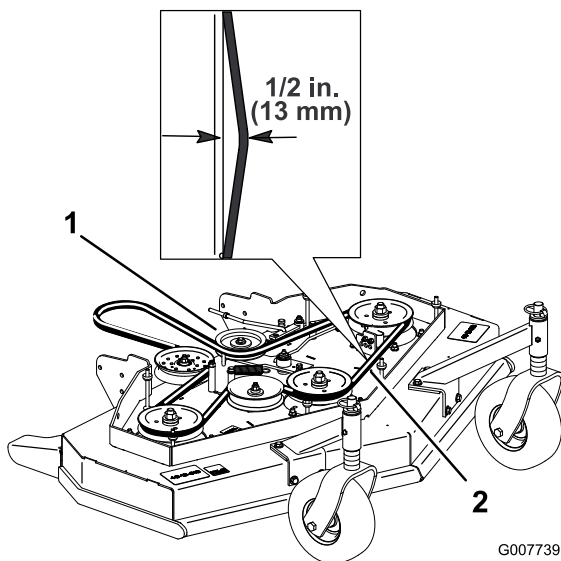

Figura 43
- Retire la polea tensora y la correa desgastada (Figura 43).
Nota: La tensión correcta de la correa del cortacésped es de 10-15 lbf. (44-67 N) con la correa desviada 13 mm (1/2 pulg.) en el punto intermedio entre las poleas (Figura 43).